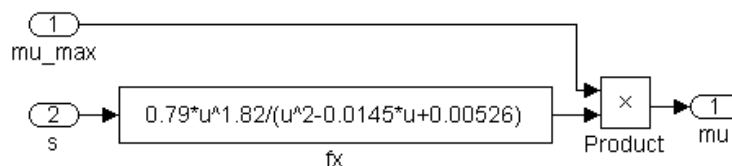

Рисунок 12 – Подсистема «mu» расчета коэффициента тормозной силы
На основании формул (14) и (19) создадим подсистему « μ » расчета коэффициента тормозной силы (рисунок 12).